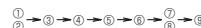

Fig. 4-1
- Enne seadme käitamist võtke kindlasti ära KOMPRESSORI KESTA ÜLAOSA ja KOMPRESSORI KESTA ESIOSA ning eemalda KOMPRESSORI fikseeritud osad. (Fig. 4-1)